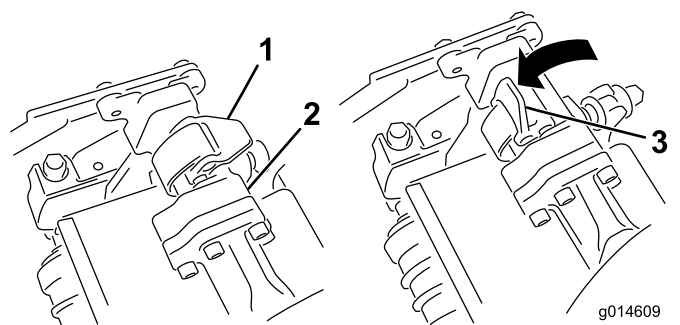

Figure 29
3. Les verrous de la barre de bras de suspension étant orientés en haut (c.-à-d. ouverts) (Figure 29), poussez le bras de suspension vers le bas pour que la barre s'engage sur la barre
4. Fermez les verrous autour de la barre du plateau de coupe et bloquez-les en place (Figure 29).
- Ouvrez les verrous sur la barre du bras de suspension appartenant au plateau de coupe que vous voulez déposer (Figure 29).